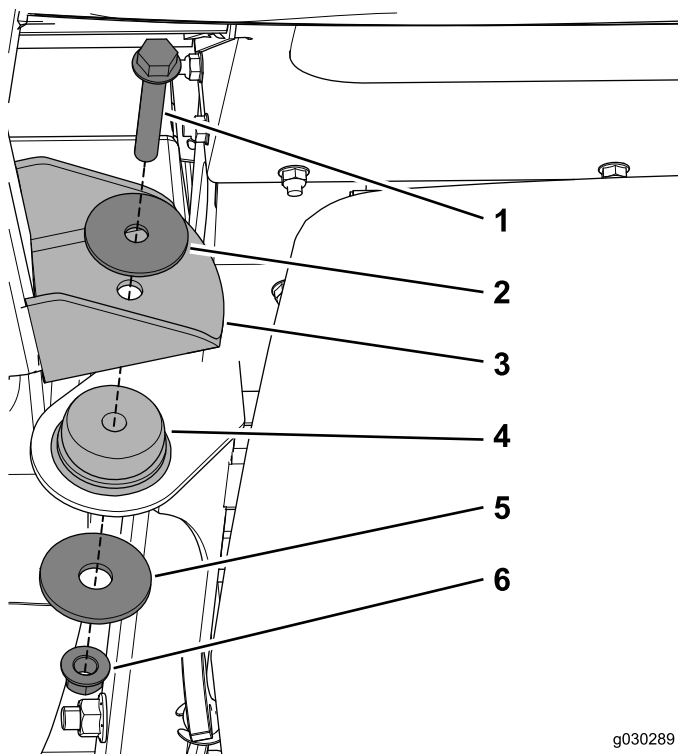

Bild 19
5. Befestigen Sie die Kabine mit einer Schraube (1/2" x 3"), einer Druckscheibe, einer großen Scheibe und einer Sicherungsmutter an den hinteren Befestigungen an der Maschine (Bild 19).